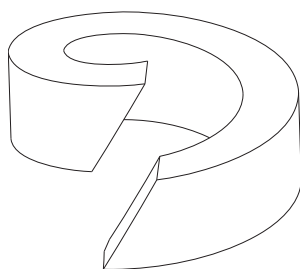

Fig. 12: Pakring
- Ved tilskæring af pakdåsepakningen fra snoren skal man sørge for et skråt skæreforløb (se Fig. 12).